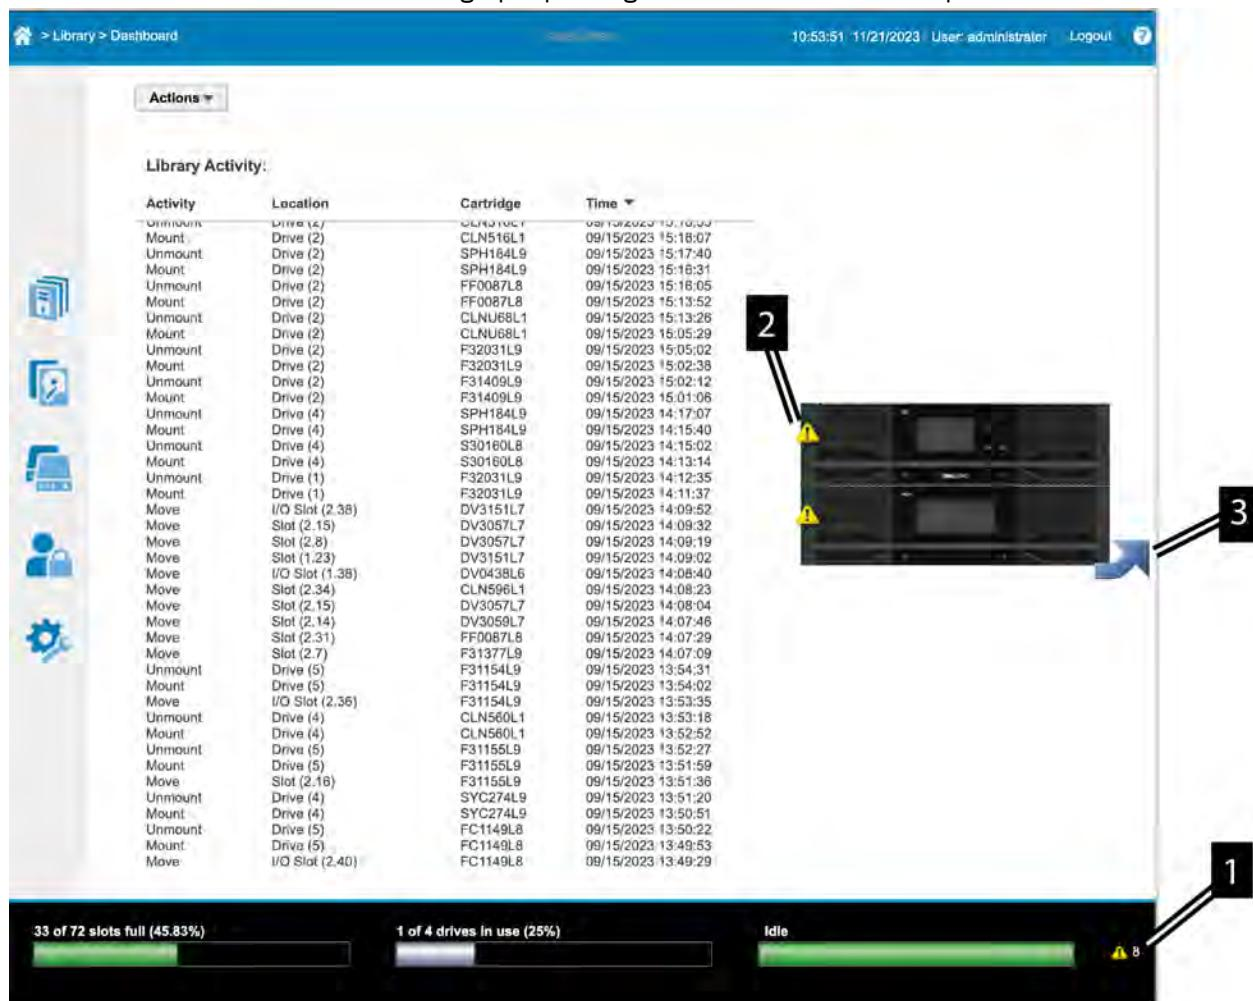

Figure 60. Ecran d'interface graphique
- Le pod de statut inférieur droit de l'interface graphique de la bandothèque affiche le statut d'erreur de la bandothèque. Voir **1** dans la Figure 60, à la page 101
- L'affichage graphique de la bibliothèque dans la moitié droite du tableau de bord de la bibliothèque de l'interface graphique affiche une icône d'avertissement ou d'erreur sur un composant qui présente un problème. **2** dans Figure 60, à la page 101
Si un module présente une erreur à l'avant, cliquez sur la flèche du graphique de la bandothèque. Voir **3** dans la Figure 60, à la page 101. Le graphique de la bandothèque effectue une rotation et affiche les panneaux arrière afin de vous permettre de déterminer le composant défaillant.